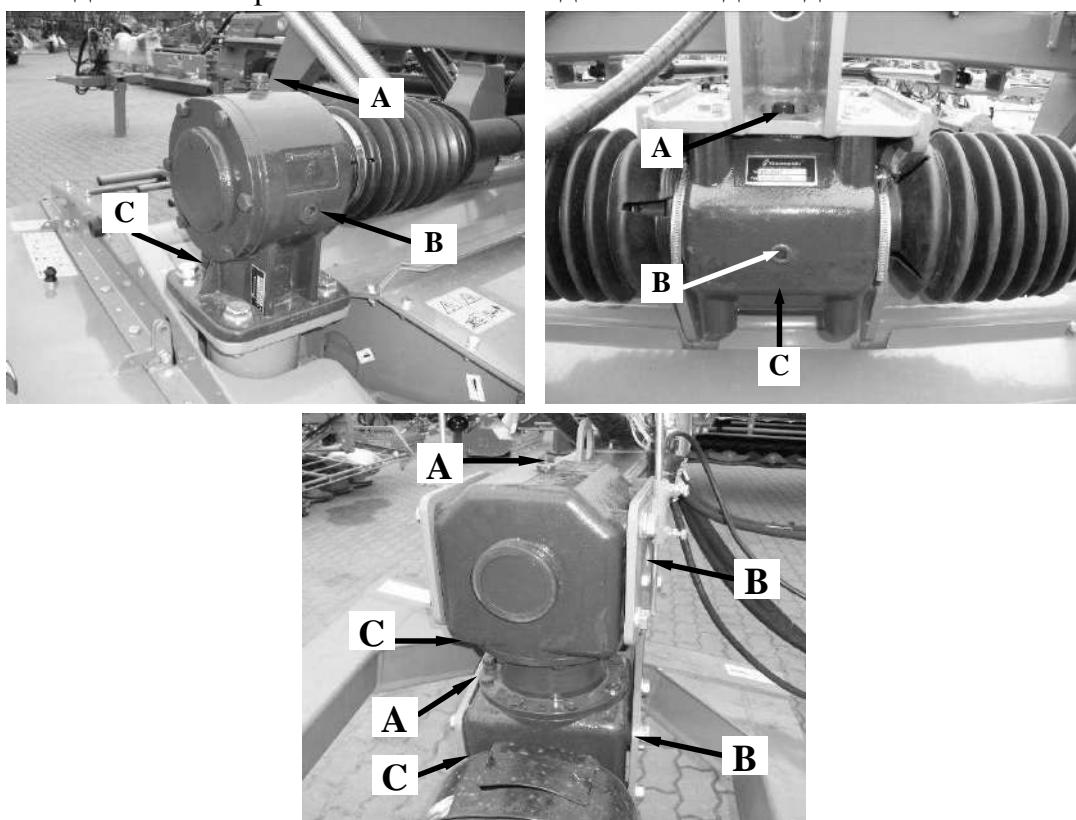

Рис. 44. Точки контроля и замены масла в угловых передачах
Перед началом работы (напр. перед большим кошением) следует проверить уровень масла и по мере необходимости пополнить его по выкручивании воздухоотводчика **A** в верхней части передачи (Рис. 44). Уровень масла проверяют выкручивая контрольную пробку **B** сбоку передачи. Если масла слишком мало, вливают масло до момента его появления в контрольном отверстии. Количество масла в передаче: ок. 1 литр. Для спуска масла из передачи служит пробка **C**.
- Открутить заливную пробку **A** и сливную пробку **C** (Рис. 44),